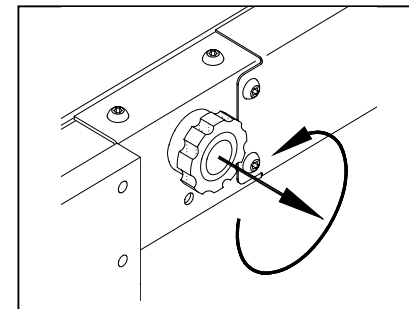

FIGURA 2-14: EN SENTIDO ANTIHORARIO SE ABRE LA BARRERA FRONTAL
- c. Consulte la **Figura 2-14**. Tire del pomo de control de la barrera frontal hacia FUERA y gírelo totalmente en sentido ANTIHORARIO. La barrera frontal debe quedar totalmente plana respecto al suelo.